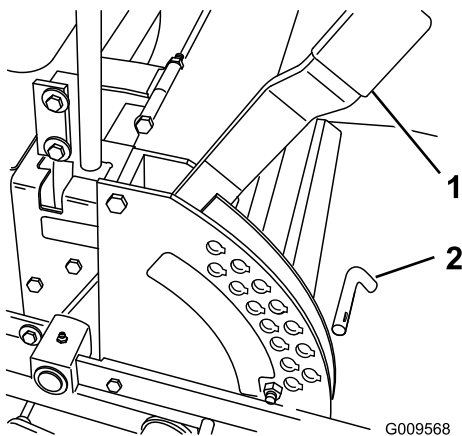

Figura 28
1. Sollevare la leva dell'altezza di taglio in posizione di TRASFERIMENTO (anche la posizione dell'altezza di taglio a 127 mm) (Figura 28).
2. Per regolare, spostate il perno dalla staffa dell'altezza di taglio (Figura 28).
3. Nella staffa dell'altezza di taglio scegliete un foro corrispondente all'altezza richiesta, ed inserite il perno (Figura 28).